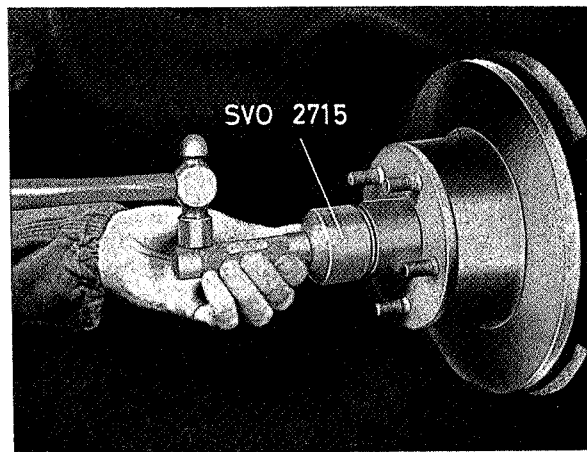
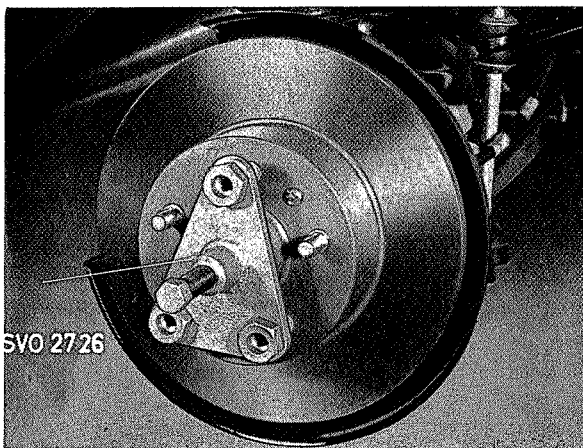
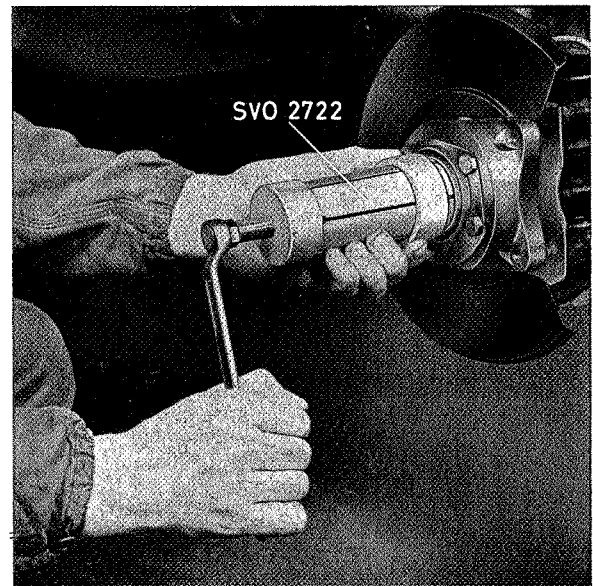

Fig. 6-14. Het verwijderen van de vetdop
Fig. 6-15. Het verwijderen van de voornaaf
Fig. 6-16. Demontage van het binnenste lager
2. Verwijder de naafdop met gereedschap SVO 2715 overeenkomstig Fig. 6-14. Verwijder de splitpen en de kroonmoer. Trek de naaf af met trekker SVO 2726, zie Fig. 6-15. Trek, indien nodig het binnenste lager van de fusee af met SVO 2722, zie Fig. 6-16.